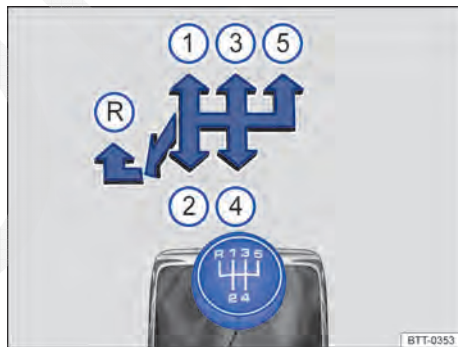

Fig. 123 Esquema de troca da transmissão manual de 5 marchas.
As posições de cada marcha estão representadas na alavanca da transmissão → Fig. 123.
- Empurrar a alavanca da transmissão totalmente para a esquerda e depois para frente até a posição da marcha a ré → Fig. 123 (R).